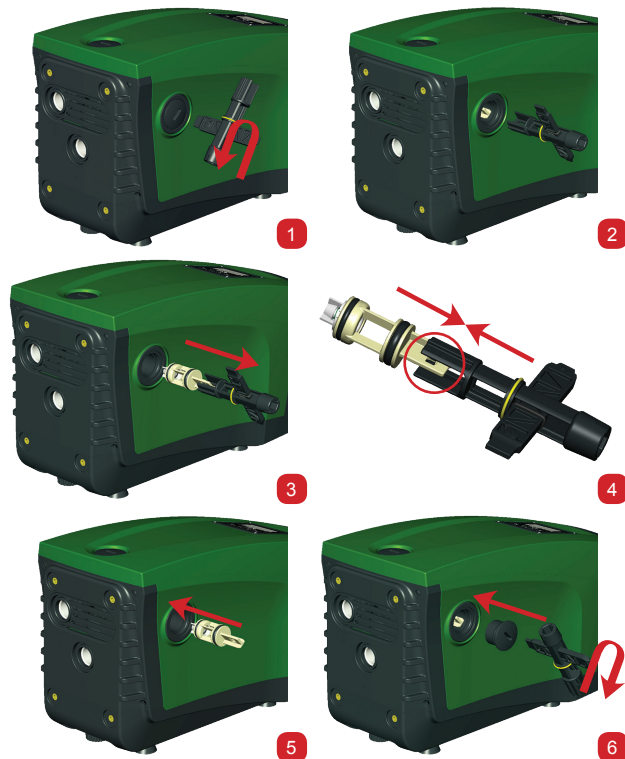

Рисунок 28
- 1 - снимите пробку доступа к клапану (Рис. 28);
- 2 - вставьте крестообразный дополнительный ключ, концом "F" (пар. 10.1) так, чтобы захватить язычок с отверстием при помощи захватов с защелками (Рис.28);
- 3 - извлечь без вращения: эта операция может потребовать приложить некоторое усилие. Вынимается наружу картридж, который также несет с собой клапан для проведения техобслуживания. Картридж остается на ключе (Рис. 28);
- 4 - отсоедините картридж от ключа: нажатием друг против друга защелки освобождаются, после этого можно вынуть сбоку картридж (Рис. 28);
риджа без возможности освобождения (Рис. 28);
7 - Затяните пробку до упора: если картридж не был продвинут в правильное положение, заворачивание пробки ведет к его правильному размещению (Рис. 28).
- 1 - Снимите защитную заглушку вала двигателя, как показано на Рис.28;